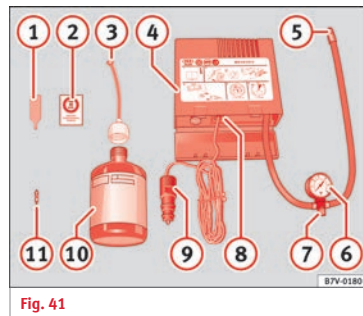

Fig. 41
- Desenrosque la caperuza y el obús de la válvula del neumático. Utilice el aparato » **fig. 41 ①** para extraer el obús. Colóquelo en una superficie limpia.
- Agite con fuerza la botella de sellante de neumáticos » **fig. 41 ⑩**.
- Enrosque el tubo de inflado » **fig. 41 ③** en la botella de sellante. El precinto de la botella se romperá automáticamente.
- Retire el tapón del tubo de llenado » **fig. 41 ③** y enrosque el extremo abierto del tubo en la válvula del neumático.
- Vuelva a colocar el obús con el aparato » **fig. 41 ①** en la válvula del neumático.
- Enrosque el tubo de inflado del neumático del compresor » **fig. 41 ⑤** en la válvula del neumático.
- Compruebe que el tornillo de evacuación de aire está cerrado » **fig. 41 ⑦**.
- Acople el conector » **fig. 41 ⑨** a toma de corriente de 12 voltios del vehículo » **🔍** pág. 114.
- Conecte el compresor de aire con conmutador ON/OFF » **fig. 41 ⑧**.